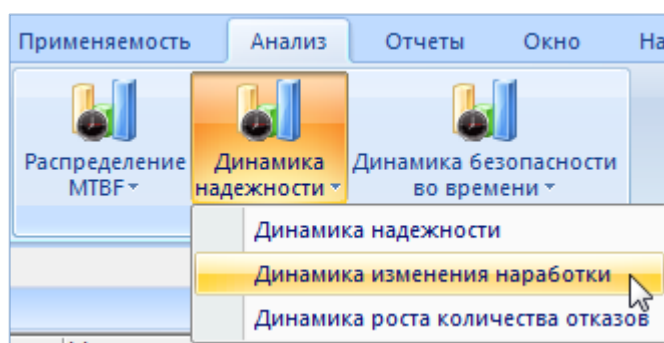

Рис. 26-62 – Выбор диаграммы по надежности
- 3) Нажать кнопку «Динамика надежности» панели «Диаграммы» на вкладке «Анализ» и выбрать пункт «Динамика изменения наработки» (рис. 26-62).